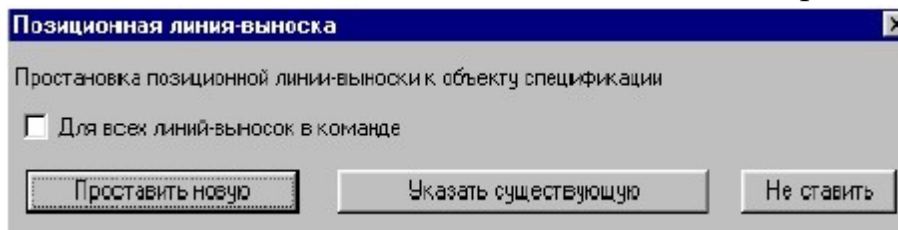

Рисунок 11.18 – Окно Позиционная линия-выноска
19. В появившемся окне запроса **Позиционная линия-выноска** нажмите кнопку указать существующую (рисунок 11.18). В ответ на запрос